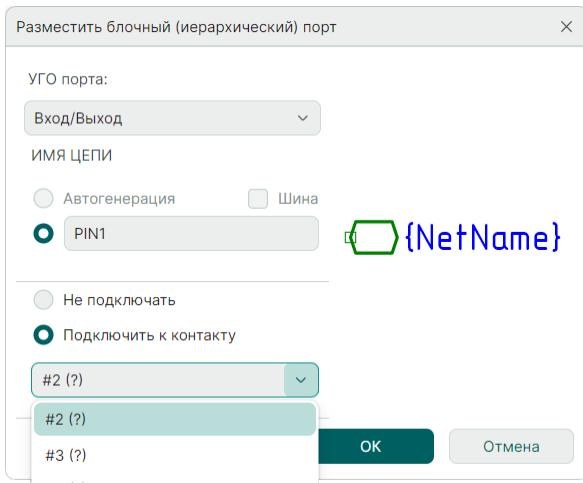

Рис. 269 Сопоставление блочного порта с выводом УГО блока
- Сопоставьте блочный порт с выводом УГО блока. Данное действие доступно только в том случае, если для УГО блока были созданы выводы. Для сопоставления порта и вывода установите переключатель в положение «Подключить к контакту» и с помощью выпадающего списка выберите нужный вывод УГО блока, см. Рис. 269.